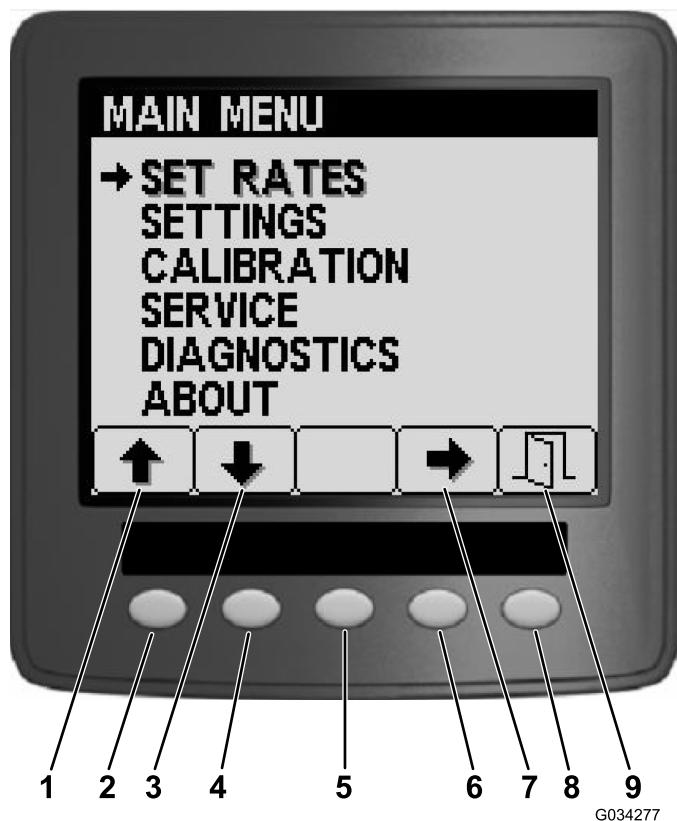
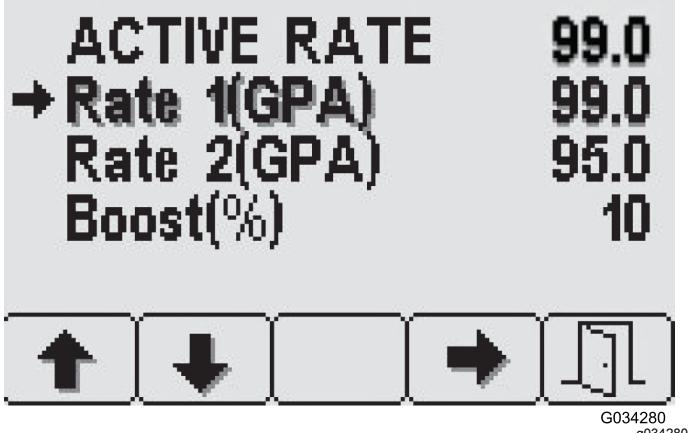

Figura 16
Figura 17
A partir do ecrã do menu principal, pode aceder ao ecrã para definir taxas, ao ecrã de definições, ao ecrã de calibração, ao ecrã de assistência, ao ecrã de diagnóstico ou ao ecrã sobre (Figura 16).
Para aceder ao ecrã para definir taxas, prima o botão 2 no ecrã do menu principal (Figura 16) até chegar à opção de definir taxas e prima o botão 4 para selecionar (Figura 17).
1. Prima o botão 1 ou 2 até obter a taxa ou percentagem de taxa de aumento pretendida (Figura 17).
Para aceder ao ecrã de definições, prima o botão 2 no ecrã do menu principal (Figura 16) até chegar à opção de definições e prima o botão 4 para selecionar (Figura 19).